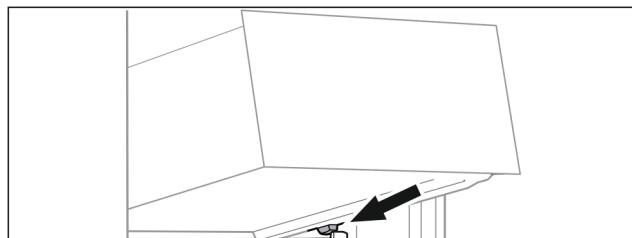

Fig. 121
- Наклоняя вниз, установите выдвижной ящик за стопоры на контейнерное ребро. (см. Fig. 121)